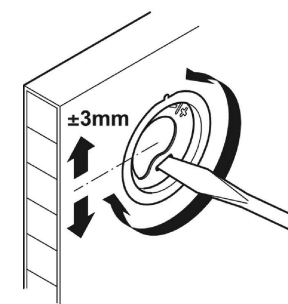

Рис.4
4. При необходимости выполните регулировку (Рис. 4)